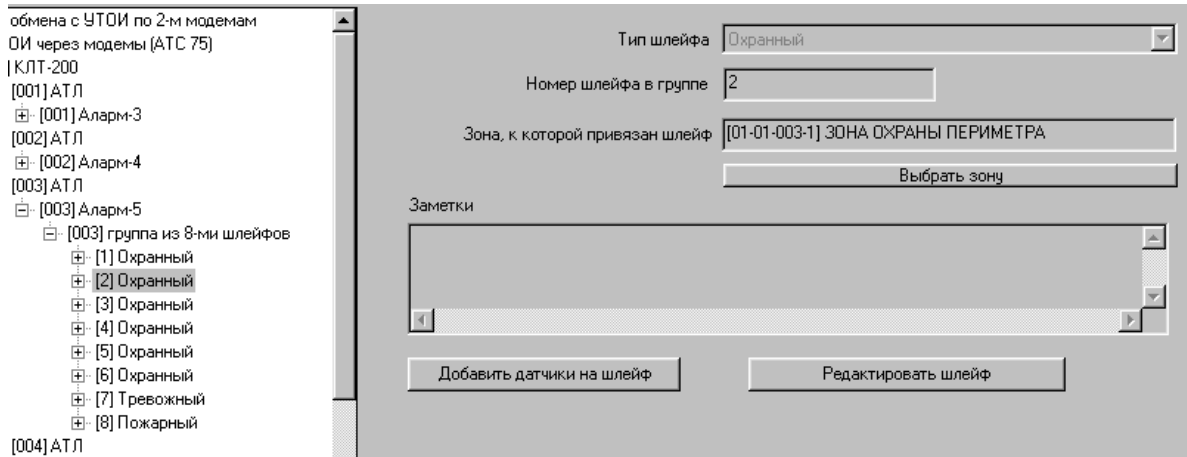

Рисунок 35
4.3.5 Ввод и корректировка данных по ШС и датчикам осуществляется следующим образом. Установить маркер на требуемую 8-шлейфную группу, выбрать ШС и нажать в правом окне кнопку «Редактировать шлейф». Ввести тип ШС (он должен соответствовать типу ШС, запрограммированному в приборе) и сохранить изменения, рисунок 35:
4.4.3 Ввод, корректировка и удаление зон осуществляется следующим образом. Установить в дереве ТС маркер на требуемую 8-шлейфную группу, выбрать ШС и нажать в правом окне кнопку «Редактировать шлейф» и, далее – «Выбрать зону» (рисунок 35). На экране появится окно с наименованием «Карточка зоны» (рисунок 37). Для редактирования данной зоны нажать кнопку «Редактирование зоны» и заполнить поля «Тип зоны», «Категория важности», «Комната/Квартира», «Телефон», «Условия сдачи/Снятия», «Заметки». Также желательно скорректировать поле «Наименование» зоны, т.е. вместо названия «Зона 1» внести более конкретные данные (периметр, пожарная подвала и т.д.). В правой части окна нажать кнопку «Показать схему зоны» и привязать к зоне рисунок плана помещения. Сохранить изменения.